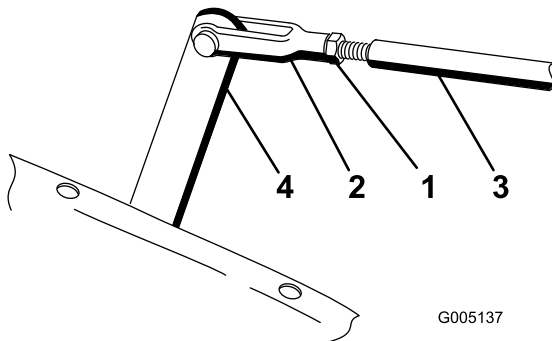

図 44
3. 調整レバーを手で動かして、芝刈りペダルと上昇ペダルを同じ高さにそろえる。また、ヨークの穴と調整レバーの穴が整列するようにヨークを調整する (図 44)。